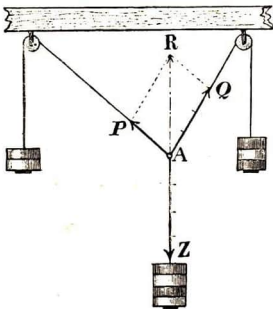

Abb. 55. Drei Kräfte im Gleichgewicht
1. Zwei Verfahren, um eine Last  $Z$  zu heben. (Abb. 55.) a) Um die Last  $Z$  zu heben, brauchte man nur eine einzige, ihr gleiche Kraft  $R$  aufzuwenden, die nach aufwärts wirkt ( $R = Z$ ).
b) Oder man kann sie durch 2 Kräfte  $P$  und  $Q$  heben, die einen Winkel bilden (Abb. 55). Der Schüler führe einen solchen Versuch aus!
Der Holländer Deichinspektor *Stevin* (1620) trug vom Angriffspunkt  $A$  aus die **Kraftpfeile** für  $P$ ,  $Q$  und  $R$  an (diese sind in Abb. 55:  $P = 2$ ,  $Q = 3$ ,  $R = 4$ ) und erkannte zu seiner großen Überraschung, daß die Endpunkte dieser Pfeile mit  $A$  die Ecken eines Parallelogramms bilden.